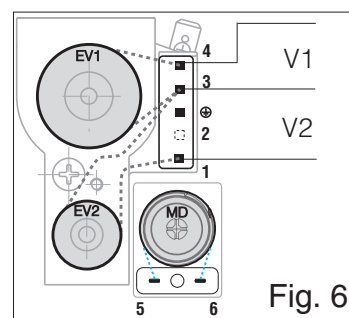

Fig. 6
- Schéma de branchement Fig. 6. Électrovanne EV1 alimentée sur les bornes 3 et 4. Électrovanne EV2 alimentée sur les bornes 1 et 3.